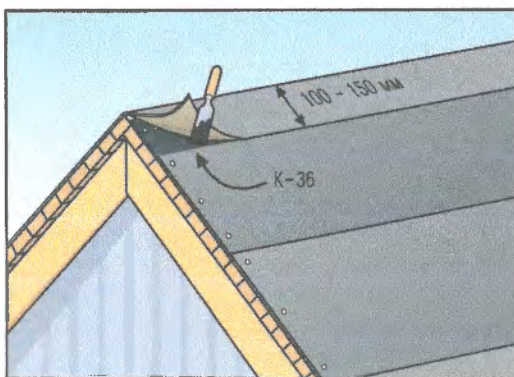

Рис. 4
- На коньке подкладочные ковры, уложенные вдоль первого ската, обрезаются по коньку, и затем верхний край гвоздями фиксируется к настилу крыши. Подкладочный ковер противоположного ската перекрывает конек на 150 мм и соединяется с подкладочным ковром первого ската с помощью битумного клея К-36 (Рис. 4).